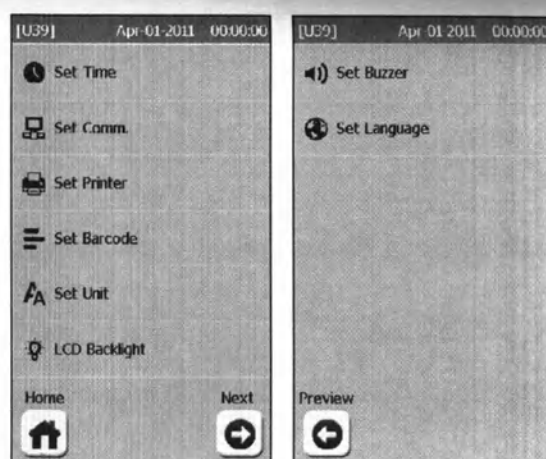
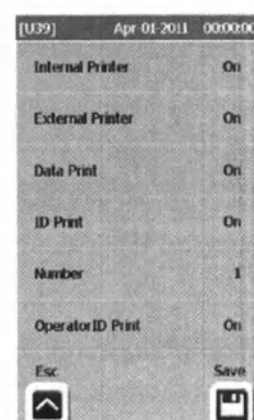

Рисунок 18 – Меню настройки
Рисунок 26 – Меню настройки принтера
2. **Set Comm.** (настроить связь). Это меню для настройки последовательной передачи данных на внешние устройства. См. [Рисунок 18]
3. **Set Printer** (установить принтер). Это меню для настройки принтера. См. Рисунок 18
Чтобы распечатать результаты анализа, перед проведением измерения систему печати следует установить на "On" (включено). Вы можете войти в это меню, коснувшись кнопки "SET PRINTER" (настроить принтер) в меню настроек "Setting" [Рисунок 18]. Это меню состоит из шести подменю [Рисунок 26].